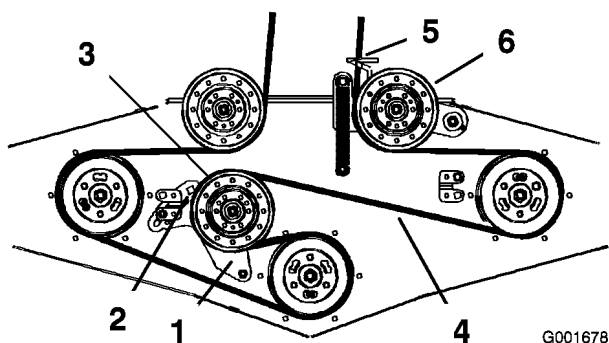

Figura 49
4. Afloje el brazo de la polea tensora fija y ajústelo para aliviar la tensión de la correa sobre la polea tensora fija (Figura 49).
6. Instale la correa nueva a través de la guía de la correa y alrededor de las poleas (Figura 49).